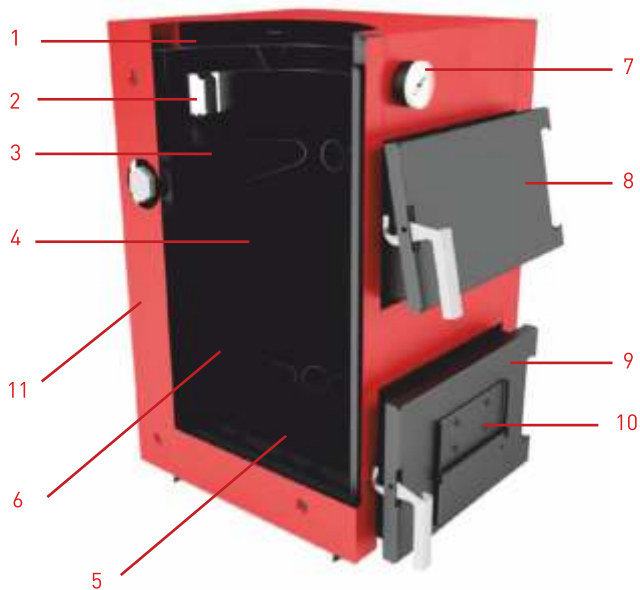

Рис. 2 - Зовнішній вигляд та основні елементи котла
Конструктивно котел являє собою збірно-зварену конструкцію, що складається з корпусу (поз. 11, рис. 2) з камерою згоряння (топкою) (поз. 4, рис. 2). Конвекційна частина котла складається з теплообмінника (поз. 3, рис. 2).
Паливо для процесу спалення завантажується на колосникові грати (поз. 6, рис. 2) крізь завантажувальні дверцята (поз. 8, рис. 2). Колосникові грати виконані з товстостінних труб (в деяких моделях - чавунні грати) по яких постійно циркулює вода з водяної оболонки котла, що унеможлиблює їх прогорання. Згоряння палива в топці відбувається за участю повітря, яке постачається через піддувало (поз. 10, рис. 2). Кількість повітря, необхідного для процесу згоряння, регулюється відкриттям дверцят піддувала (поз. 10, рис. 2).
Топочні гази виходять назовні крізь димохід (поз. 1, рис. 2), розташований у задній частині котла.
Зола, яка утворюється в процесі згоряння палива, зсипається в нижню частину корпусу котла «зольник» (поз. 5, рис. 2).
Ревізійні дверцята (поз. 9, рис. 2), що розташовані на передній стінці котла, необхідні для періодичного чищення колосникових грат та підйомника, а також для можливості спорожнення полиці – зольника.
1. Провести завантажування палива в топку котла. Для цього відкрити завантажувальні дверцята (поз. 8, рис. 2) та укласти на колосникові ґрати (поз. 6, рис. 2) шар палива до меж нижньої кромки завантажувальних дверцят. На укладений шар палива розмістити розпалювальний матеріал: папір, тріски, дрова (у переліченій послідовності).